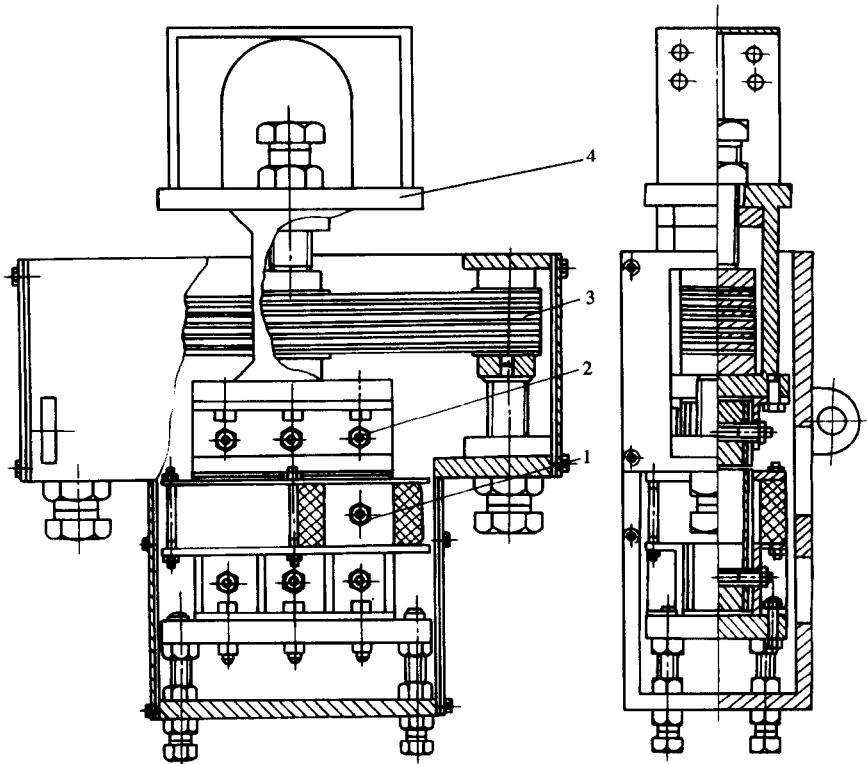

图 1-2 弹簧板式电磁振动器装配图
- (1) 先由标题栏、技术说明内容看清名称、性能、结构大小，材质等内容。
- (2) 由主视图和其他视图上，了解结构的复杂程度，主要零部件的轮廓、配合件的装配关系、装配工艺及技术要求，见图 1-2。